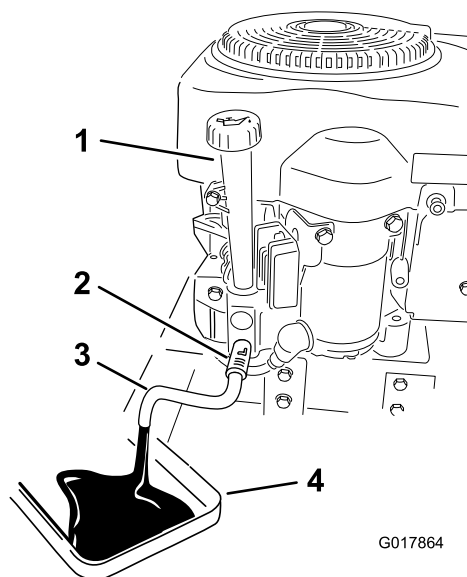

Figura 31
4. Limpe a área em torno na válvula de drenagem e na estrutura da máquina. Localize o tubo de drenagem do óleo e faça-o deslizar para cima da válvula de drenagem (Figura 31).
6. Coloque um recipiente sob a máquina directamente por baixo do tubo de drenagem, conforme indicado em (Figura 31).
7. Rode a válvula de drenagem 1/4 no sentido contrário aos dos ponteiros do relógio para abrir e deixar o óleo drenar. Remova a tampa/vareta (Figura 31).
10. Coloque lentamente cerca de 80% da quantidade de óleo especificada no orifício de enchimento (Figura 31). Verifique o nível de óleo; consulte a secção Verificação do nível do óleo.